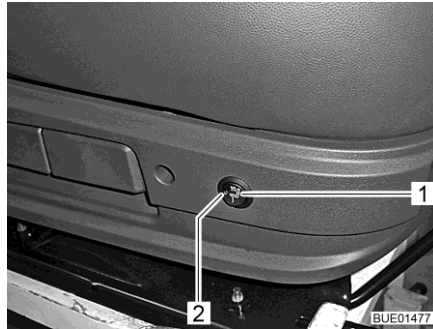

Bild 36 Schalter für Sitzheizung
- Schalter (Bild 36,1) hinten an der linken Seite der Sitzkonsole drücken.
Wenn die Sitzheizung arbeitet, leuchtet die LED (Bild 36,2).
- Schalter (Bild 36,1) in Mittelstellung schalten. Die LED erlischt.